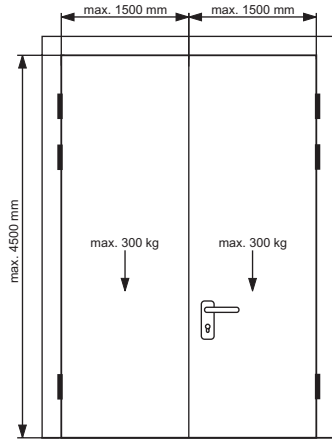

Abb. 2: max. Türmaße und Gewichte
- Befestigen Sie die Sperrgegenstücke (Schließplatten/-bleche) in der Zarge bzw. im Standflügel. Die Fallenriegel und Riegel müssen jederzeit frei und ohne Reibung in die Sperrgegenstücke einlaufen können. Passen Sie die Konturen der Sperrgegenstücke gegebenenfalls an die Türsituation an (Abb. 2).